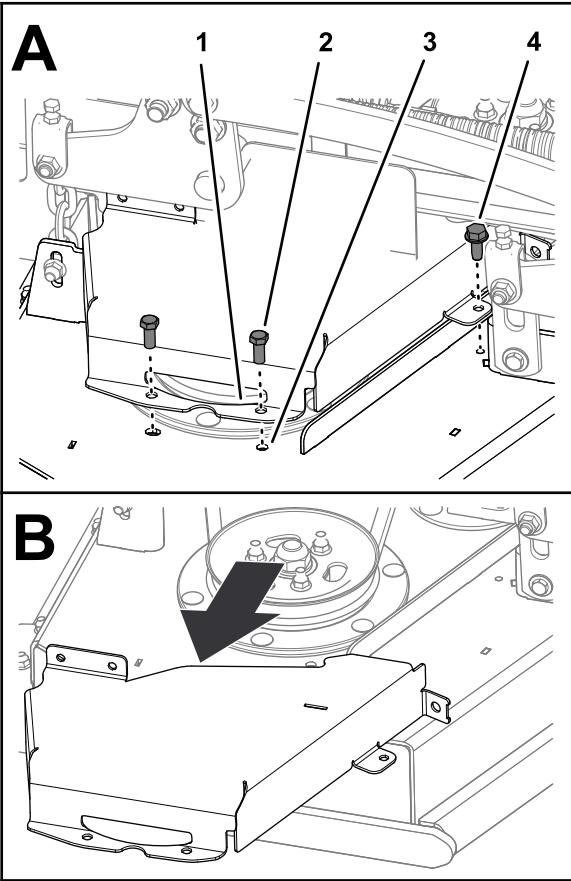

Рисунок 39
- Удалите 2 болта и винт с фланцем, которые крепят правую крышку ремня к деке, и снимите крышку (Рисунок 39).